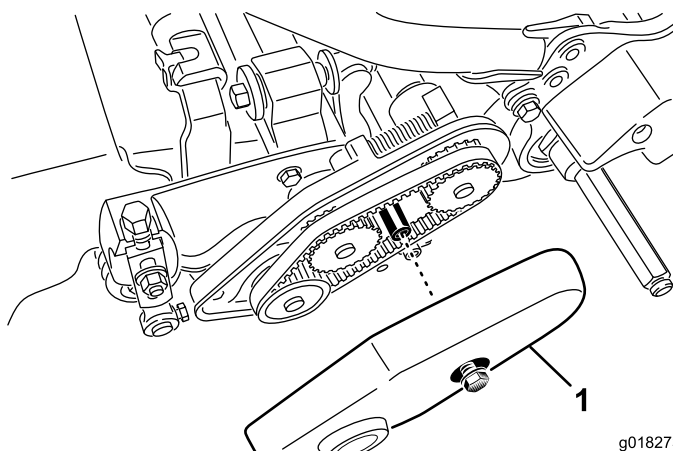

Figura 41
1. Solte o parafuso flangeado que fixa a cobertura da correia e retire a cobertura da correia para expor a correia (Figura 41).